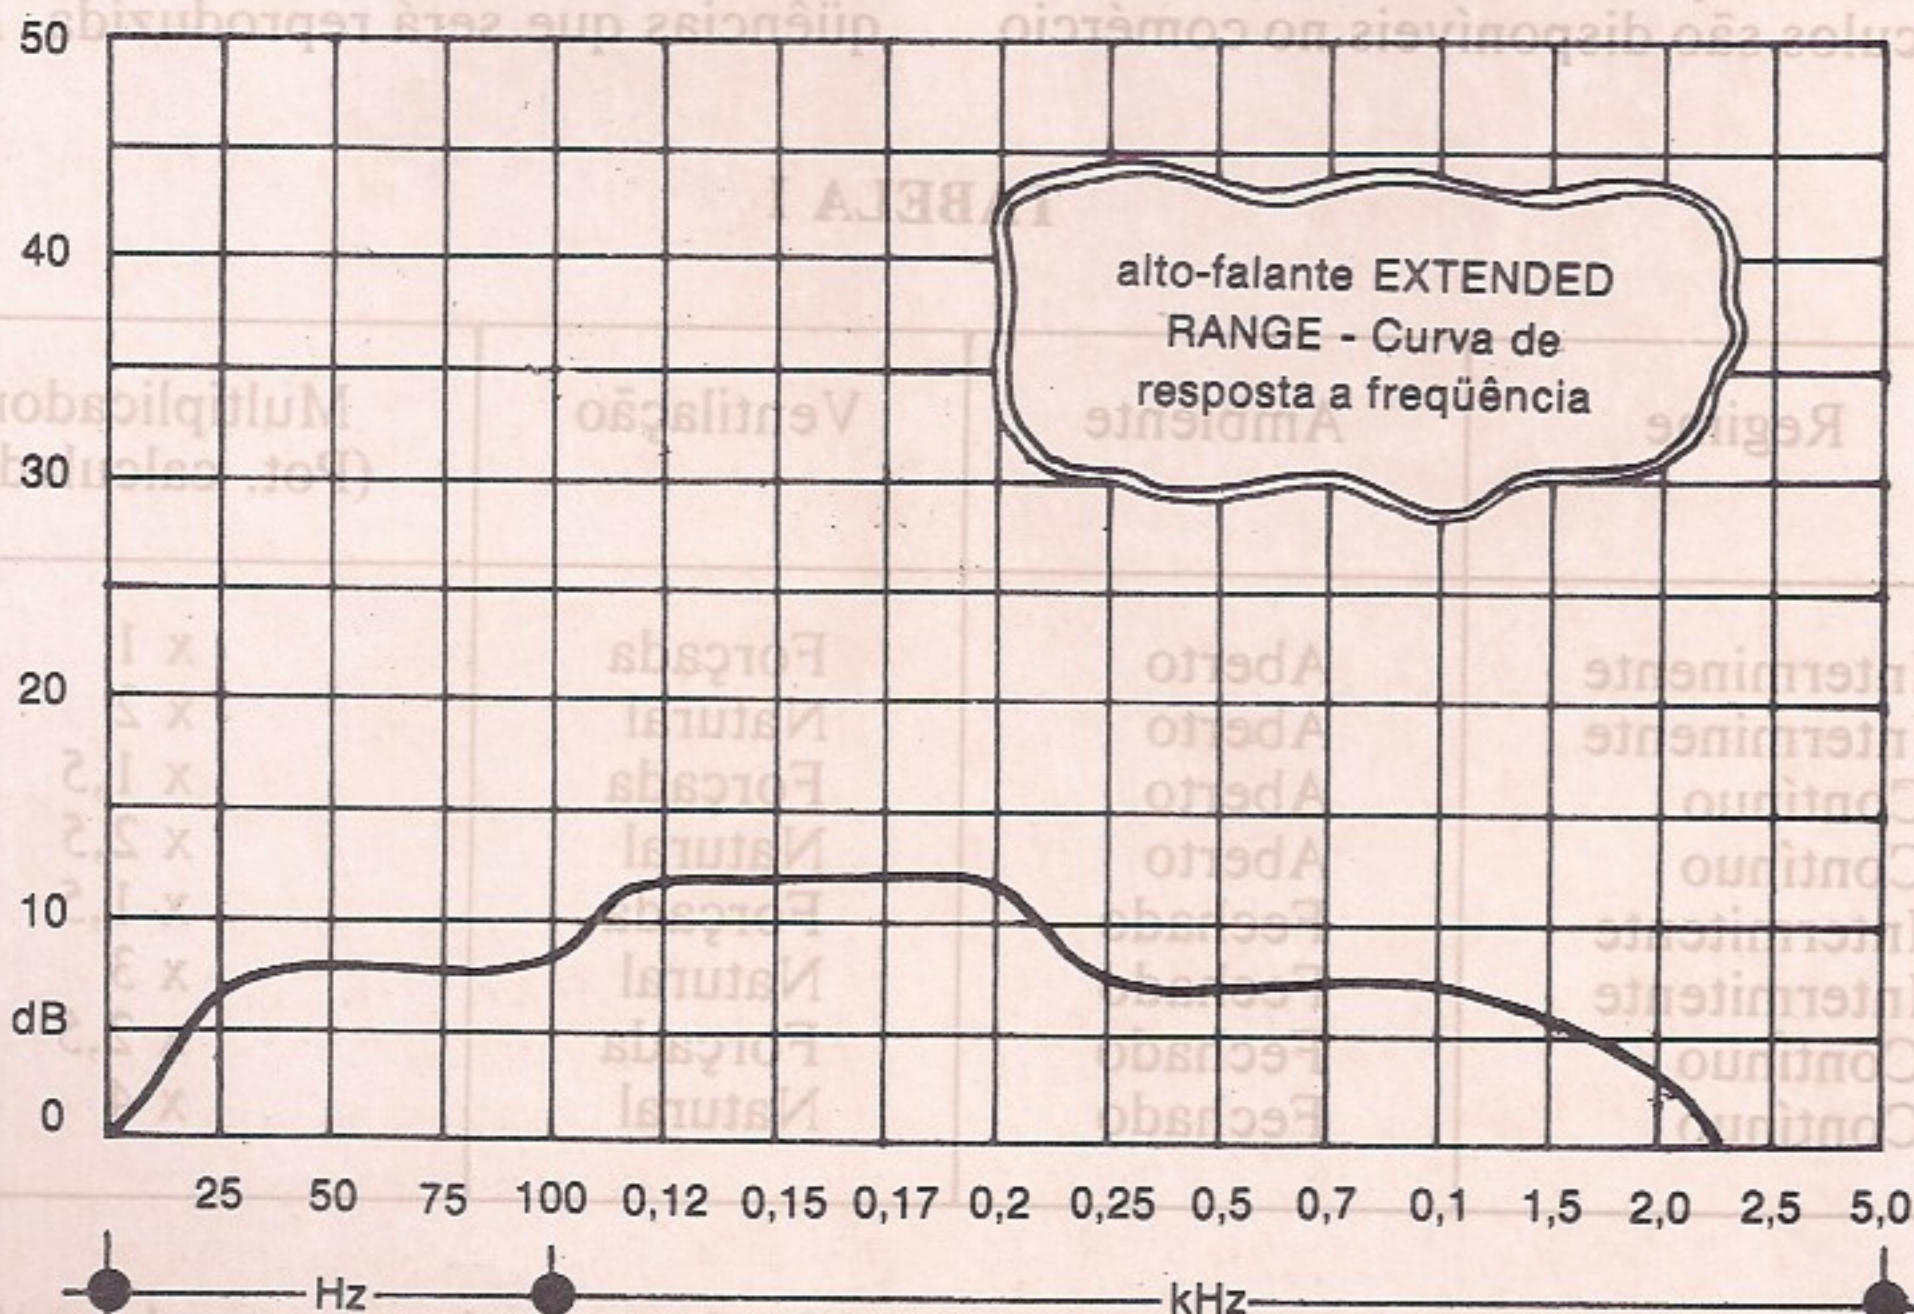

Fig. 5 — Curva típica da resposta à frequência de um alto-falante Extended Range.
À primeira vista pode-se pensar que o Extended Range seja o alto-falante mágico, capaz de reproduzir qualquer frequência da gama audível. Isso não ocorre. Se tal fosse verdade, seriam desnecessários todos os outros tipos de alto-falantes. Um só Extended satisfaria. Tornar-se-iam também dispensáveis os filtros divisores de frequência (fig.5).
(10) — Curva de resposta a freqüência. Gráfico por meio do qual pode ser apreciado o desempenho e rendimento de um alto-falante (fig.5).